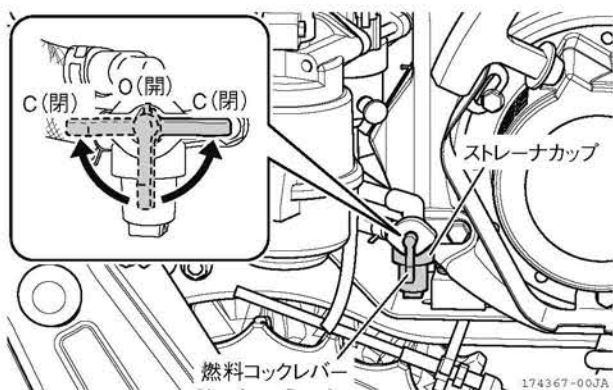

図 4-19 燃料コックレバー
1. 燃料コックレバーを「C（閉）」位置にします。（図4-19）